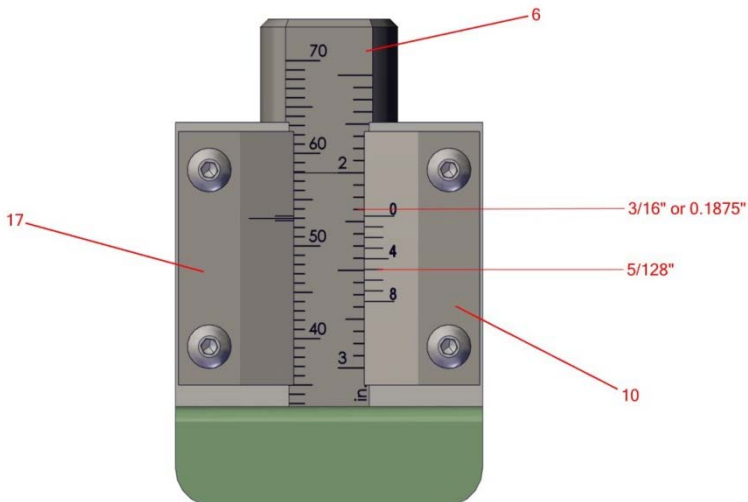

Figura 2: Nonio AFS
9. Dopo tre compressioni, verificare che il campione rientri nella tolleranza standard per l'altezza di $2'' \pm 1/64''$ dell'AFS o di $50 \text{ mm} \pm 0,5 \text{ mm}$ del sistema metrico utilizzando il nonio sinistro con lo standard AFS di 2 pollici o metrico di 50 mm (Figura 2 o 3, punto 17). Se la linea da 2 pollici dell'AFS o da 50 mm del sistema metrico sull'asse (Figura 2 o 3, punto 6), a circa 58 sulla scala di compattabilità, è collocata tra le linee superiore e inferiore del nonio sinistro da 2 pollici (AFS) o da 50 mm (sistema metrico) (Figura 2 o 3, punto 17), il campione rientra nelle specifiche.
2. Utilizzando il nonio destro per il peso del campione (Figura 2 o 3, punto 10), determinare il numero di divisioni tra il segno di 2 pollici sulla scala AFS (o il segno di 50 mm sulla scala metrica) sull'asse (Figura 2 o 3, punto 6) e il segno "0" sul nonio destro per il peso del campione. Registrare questo numero. Potrebbe trattarsi di un numero negativo.